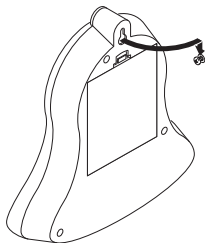

Figura 5
- Usando este orificio de alineación de la parte posterior de la base de la campana, cuelgue la base en el tornillo (vea la Figura 5).